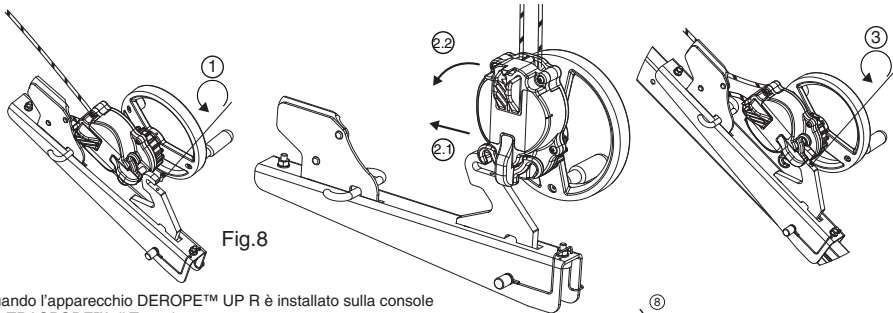

Fig. 8
6.3.4 Apparecchio DEROPE™ UP R (Fig. 8, 9 e 10)
L'apparecchio DEROPE™ UP R deve essere fissato sulla gamba del treppiede TRACPODE™ di Tractel® come indicato alla fig. 8. È vietato qualunque altro fissaggio in un punto diverso del treppiede TRACPODE™ di Tractel®.
1. Svitare la vite di bloccaggio del gancio di fissaggio della console per apparecchio DEROPE™ UP R (fig. 8, 1).
2. Posizionare l'apparecchio DEROPE™ UP R sul gancio di fissaggio (fig. 8, 2.1 – 2.2).
3. Riavvitare la vite di bloccaggio in modo da impedire all'apparecchio di staccarsi dalla console (fig. 8, 3) e verificare che questa sia ben posizionata e fissata.